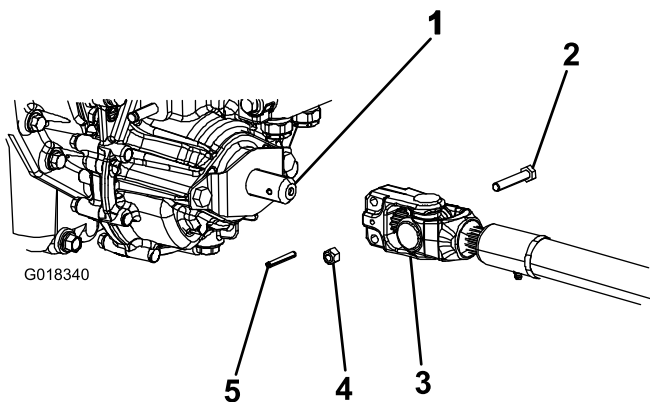

図 4
3. PTO駆動シャフトを機体前部の下に置く。駆動シャフトのスリップシャフトヨーク 図 4 がトランスミッションのPTOシャフトを向いていることを確認する。